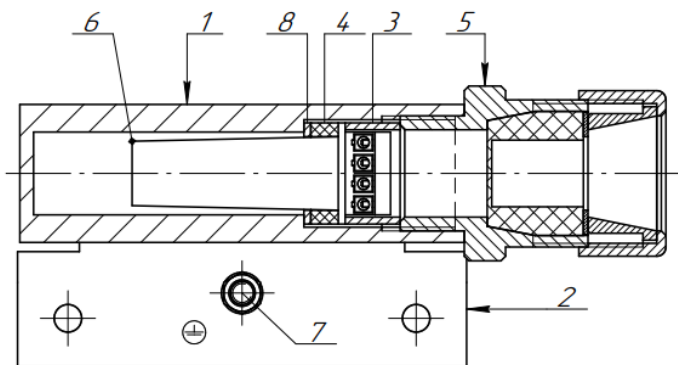

Рис.2 Конструкция и обеспечение взрывозащиты исполнительного блока Ex ИО102 МК
- 4.2 Конструкция и обеспечение взрывозащиты исполнительного блока Ех ИО102 МК показаны на рис.2.
- 7.3 Для монтажа необходимо выкрутить кабельный ввод и извлечь: шайбу поз.8, кольцо уплотнительное поз.4, втулку поз.3, герконовый узел поз.6 (рис.2). Произвести разделку кабеля под клеммные зажимы.
- 7.6 Собрать извещатель в следующем порядке (рис.2) и в соответствии с одним из вариантов применяемого кабельного ввода (рис.4):